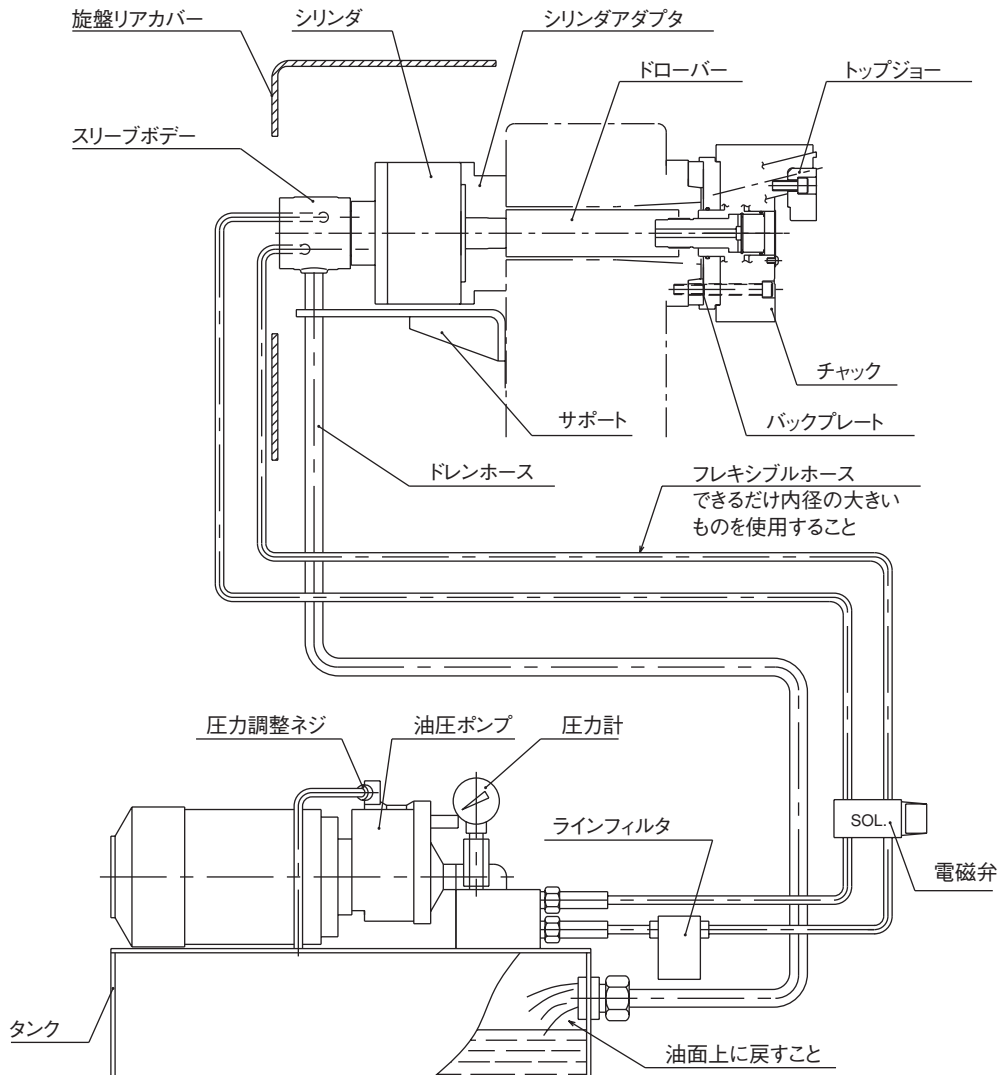

図 8
- ・ドレンは必ず油圧ユニットの油面上に戻すこと。（図 8 参照）